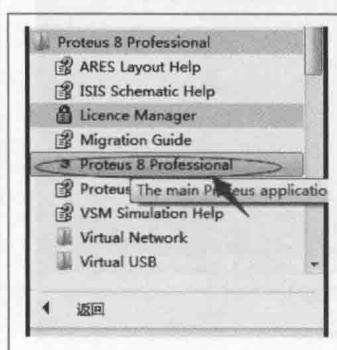

图 1-2 菜单程序选择
(1) 在开始菜单下，选择“Protues 8 Professional”，如图 1-2 所示。